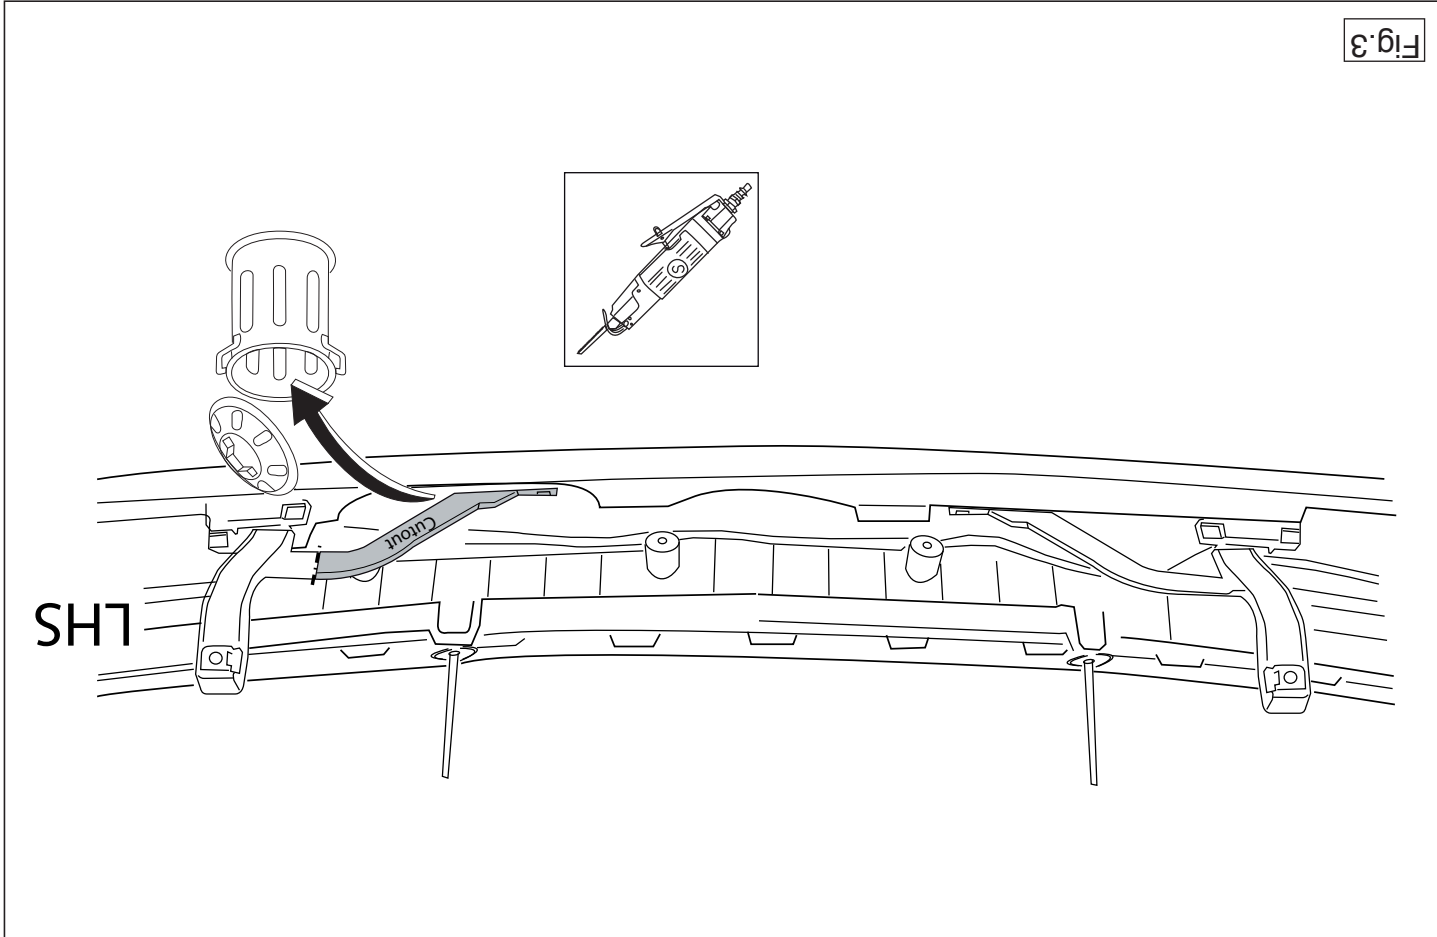

Fig.3
9. Saw out the indicated section in accordance with figure 3.
9. Gemäß Abb.3. das angegebene Teil ausschneiden.
8. Boucher les parties indiquées conformément à la figure 3.
9. Scier la partie indiquée conformément à la figure 3.